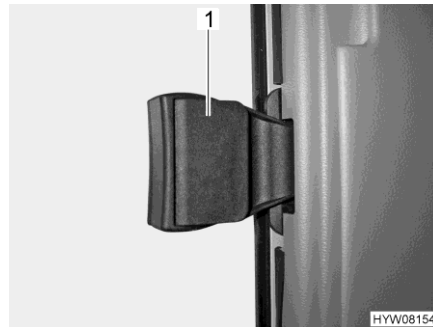

Bild 59 Passagerarfönster
- Fäll ut handtaget (Bild 59,1).